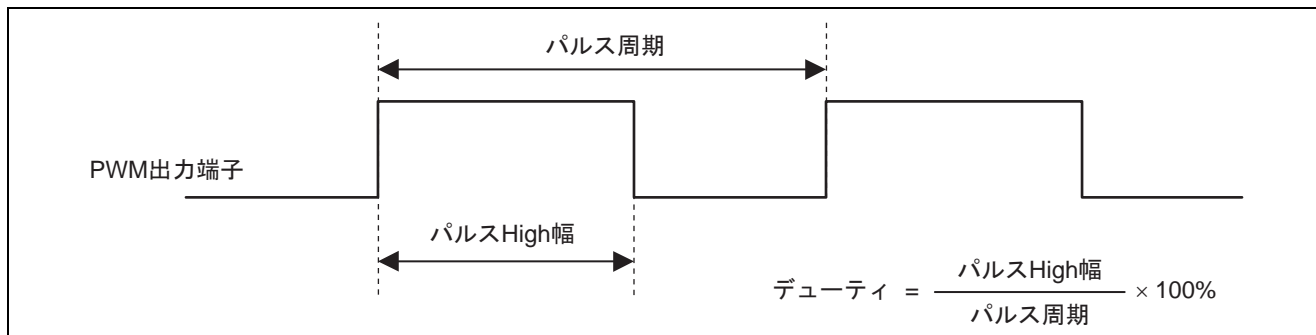

図 1 8 ビット PWM 機能によるデューティ 50% のパルス出力
- 図 1 に示すように、8 ビット PWM 機能を使用して、PWM 出力端子からパルスを出力します。